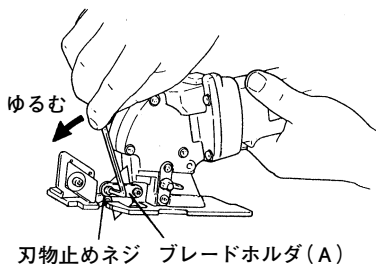

図 10
- (1) 付属の六角棒スパナで、刃物とブレードホルダ(A)を固定している刃物止めネジ2本を、反時計方向にまわしてゆるめます。(図10)